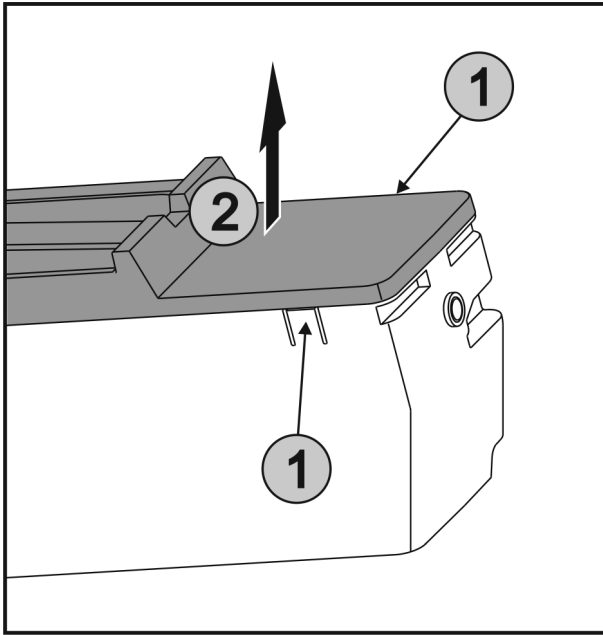

Fig. 29
- ▶ Laschen Fig. 29 (1) an den beiden Seiten von EasyTwist-Ice gleichzeitig drücken und die Abdeckung Fig. 29 (2) nach oben entnehmen.